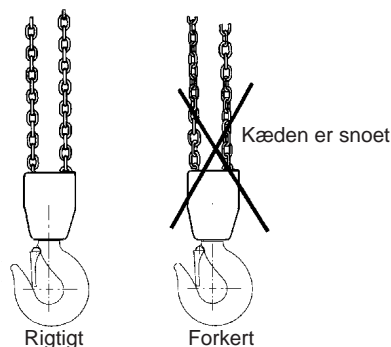

Fig. 3 Kæden må ikke være snoet
- Lastkæden må ikke have kinker eller være snoet. Ved 2- eller flerparts taljeb brug er der risiko for, at kæden kan blive snoet, ved at underblokken kommer til at smutte gennem kædesløjfen – typisk ifm. ommontering eller flytning af kædetaljen mellem forskellige arbejdssteder. Se fig. 3.